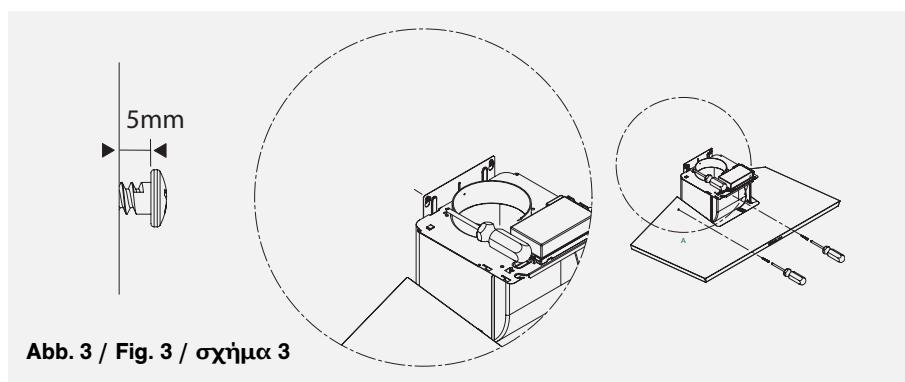

Abb. 3 / Fig. 3 / σχήμα 3
- Fixe o exaustor por meio dos 2 parafusos (fig. 3).